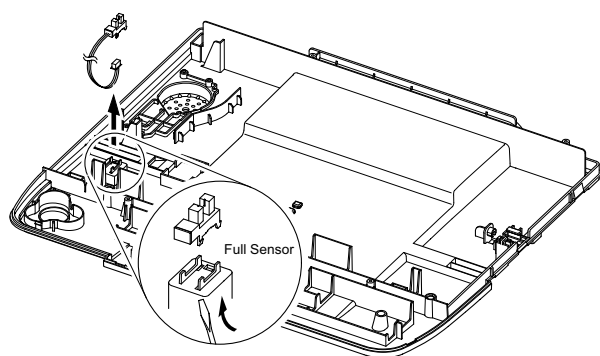

Рисунок 7
10. С помощью плоской отвертки снимите датчик заполнения, рисунок 7.